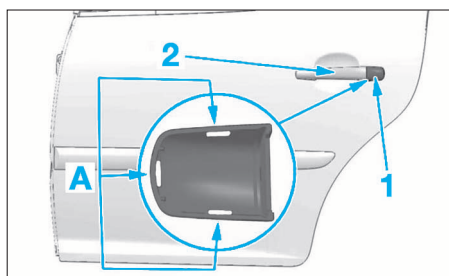

FIG. 65
- Déposer le cache (1) en A (Fig.65).